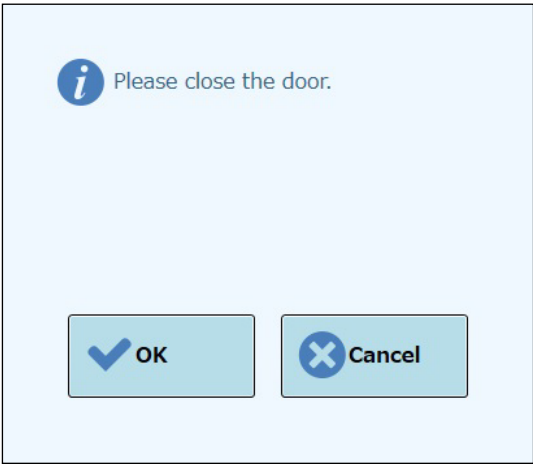

Figura 17: Messaggio per richiedere di chiudere la porta dello strumento
- Appare il seguente messaggio (Figura 17).